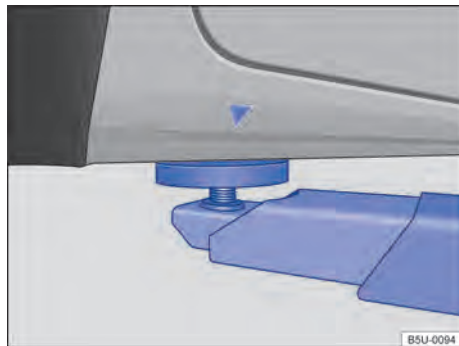
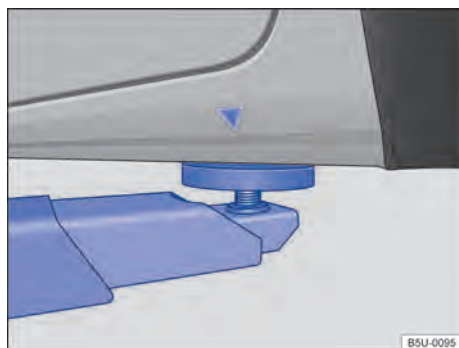

Fig. 202 Pontos de apoio dianteiros para a suspensão com plataforma elevatória ou com macaco.
Fig. 203 Pontos de apoio traseiros para a suspensão com plataforma elevatória ou com macaco.
O veículo deve ser suspenso somente pelos pontos indicados nas figuras → Fig. 202 e → Fig. 203. Se o veículo não for suspenso pelos pontos indicados, podem ocorrer danos no veículo → ⓘ e ferimentos graves → ⚠.
- Suspender o veículo somente pelos pontos indicados nas figuras → Fig. 202 e → Fig. 203. Se o veículo não for suspenso pelos pontos indicados, o veículo poderá cair da plataforma elevatória quando, por exemplo, o motor ou a suspensão for desmontado.